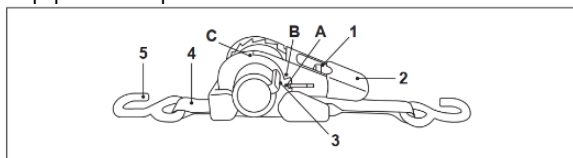

Fig. 1
—Appuyez sur le bouton (1) et faites glisser le levier (2) en position (A) (Fig. 1)
—Tirez la sangle de tension (4) jusqu'à la longueur souhaitée et fixez les crochets (5) (Fig. 1)
—Appuyez sur le bouton (1) et faites glisser le levier (2) en position (A) (Fig. 1).